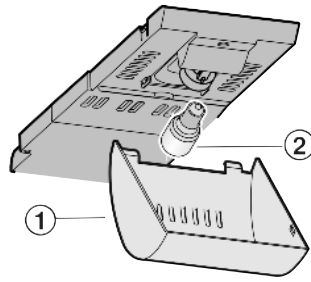

Fig. 11
- ▶ Neem de afdekking *Fig. 11 (1)* bij de voorkant vast en haak achteraan los.
- ▶ Vervang de gloeilamp *Fig. 11 (2)*.
- ▶ Afdekking *Fig. 11 (1)* weer opzetten.